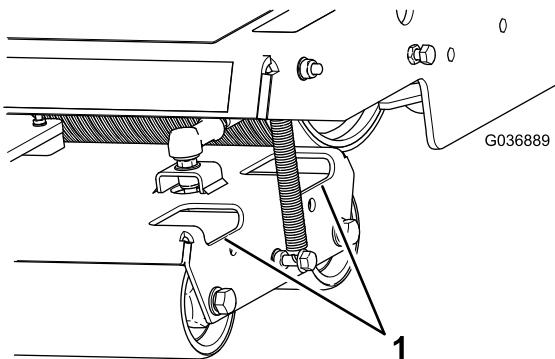

図 40
2. 必要に応じ、ローラハウジングの穴から水を吹き付けてローラについている汚れをきれいに落とす図 40。